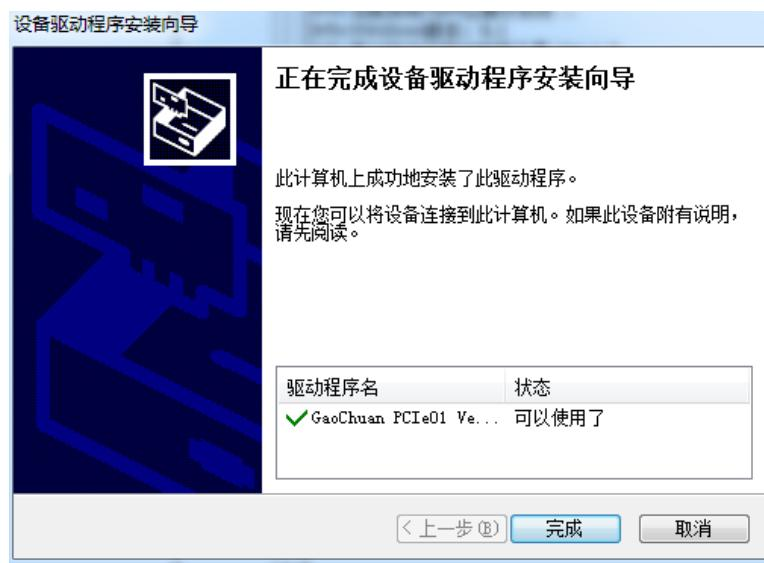

图 2.2.2 驱动安装完成
(2) 点击Install(安装)→下一步→完成，如图2.2.2驱动安装完成；